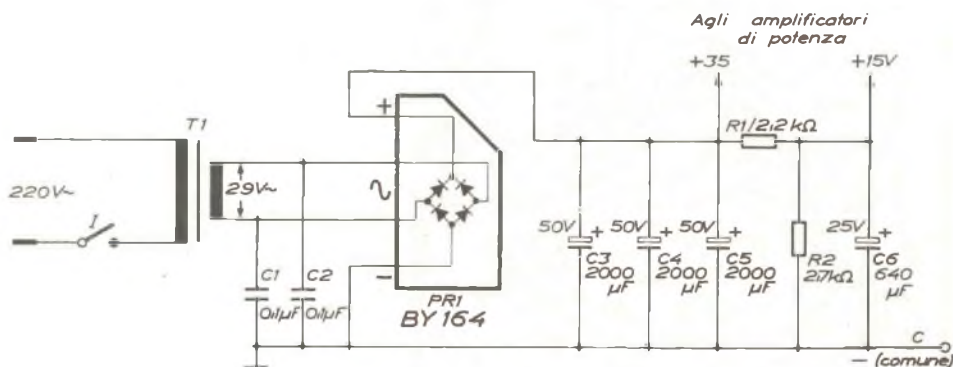

Fig. 11 - Schema elettrico dell'alimentatore.
**L'alimentatore** - Nella *fig. 11* è riportato lo schema elettrico dell'alimentatore, di cui si può vedere in grandezza naturale la piastrina del circuito stampato nella *fig. 12*; nella *fig. 13* è visibile lo stesso circuito con i componenti montati.
C4, C5 sono i condensatori di filtro (fig. 11). Un partitore R1, R2 con C6 (come filtro) fornisce i 15 V per il preamplificatore.